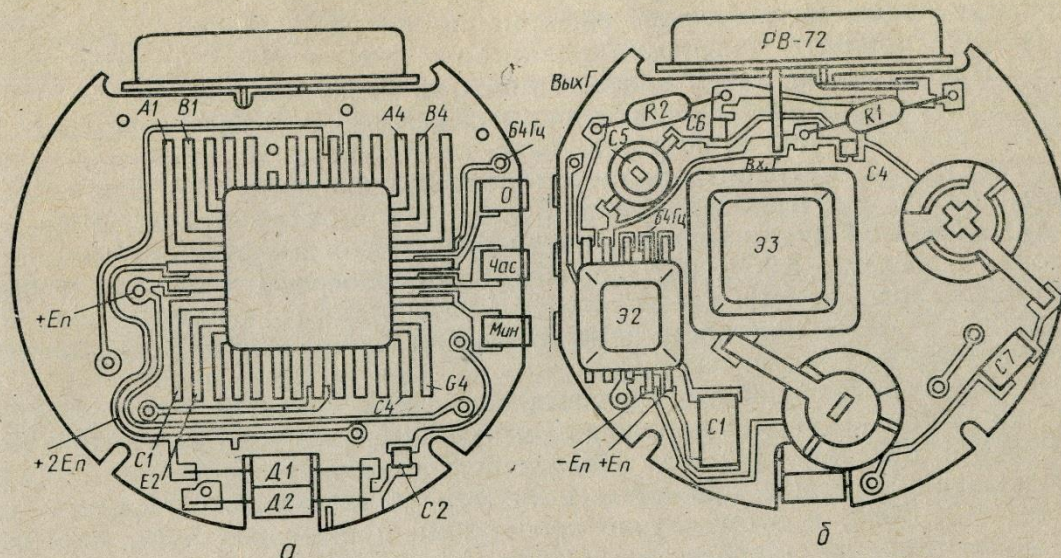

Рис. 185. Электронный блок часов «Электроника» 3049:
ту и при обнаружении короткого замыкания контактной дорожки, идущей к месту соединения резистора  $R1$  и резонатора  $PB-72$  с «+», устранить короткое замыкание. Отпаять один вывод  $PB-72$  (рис. 185) и подстроечного конденсатора, убедиться в неизменности постоянного потенциала (0) на выводе микросхемы. Негодный резистор заменить.